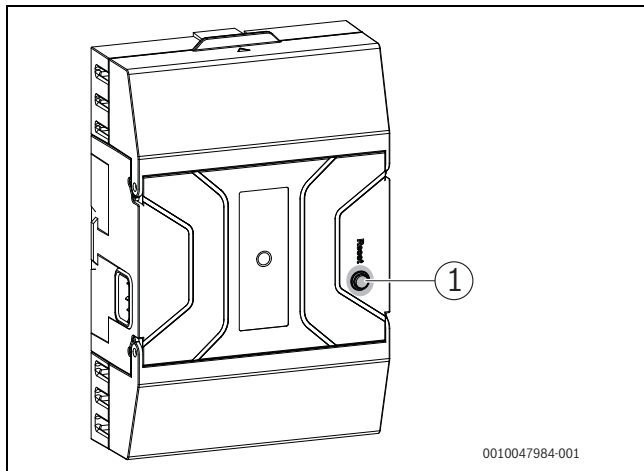

Bild 67 Störungen am Feuerungsautomat zurücksetzen
- Taste „Entstören“ am Feuerungsautomat drücken (→ Bild 67).